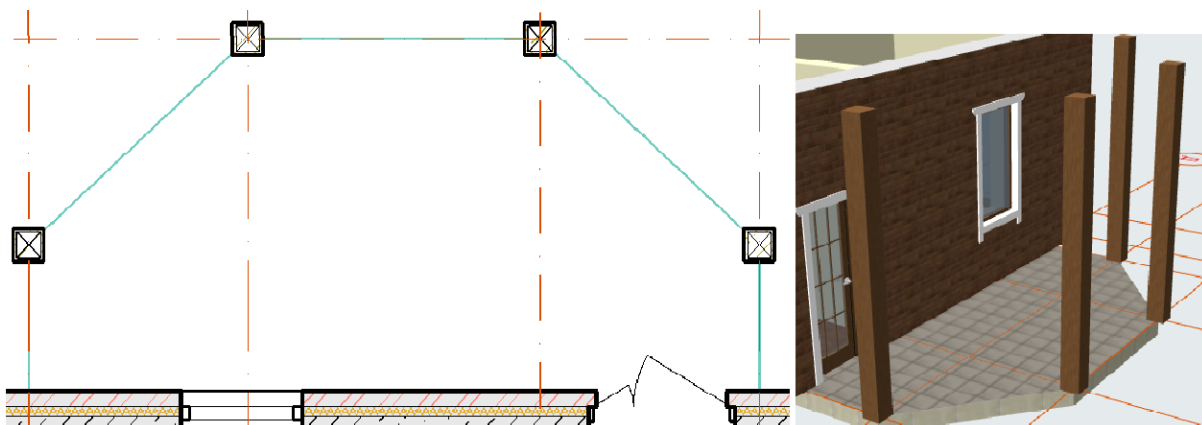

Рис. 4.14
*Колонны веранды.* Вставьте четыре колонны в точки пересечения осей по периметру площадки веранды (рис. 4.14).